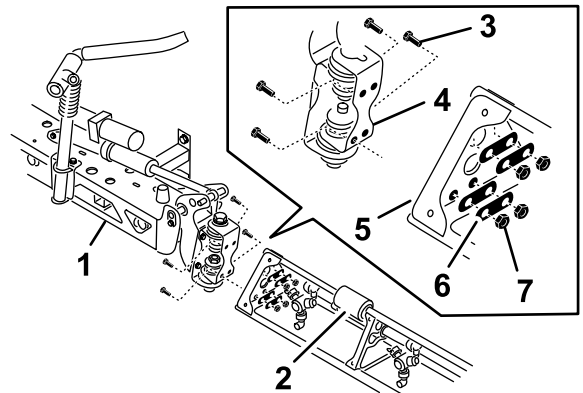

図 40
- センターブームの両端にあるピボットブラケットを、垂直方向に向ける 図 40。
4. ヒンジプレートを三角形プレートに固定するフランジヘッドボルト4本、バックアッププレート4枚、フランジロックナット4個を使用 図 40これらはステップ 1 で外したもの。
6. ブーム昇降シリンダのロッドの先端を、ピボットブラケットのホーンツノの穴に合わせる 図 40。
7. クレビスピンとヘアピンで、ロッドの先端をピボットブラケットに取り付ける 図 40。